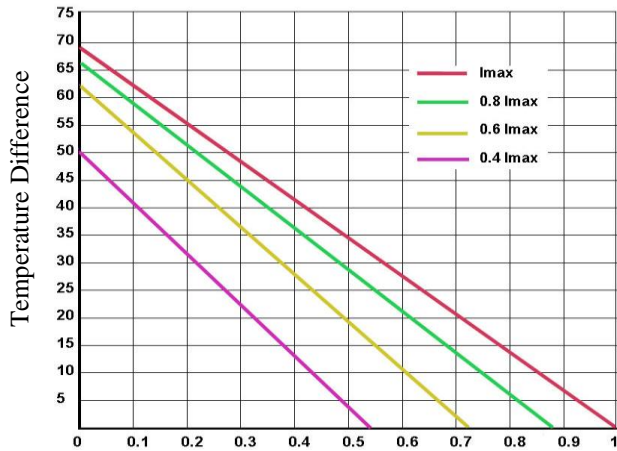
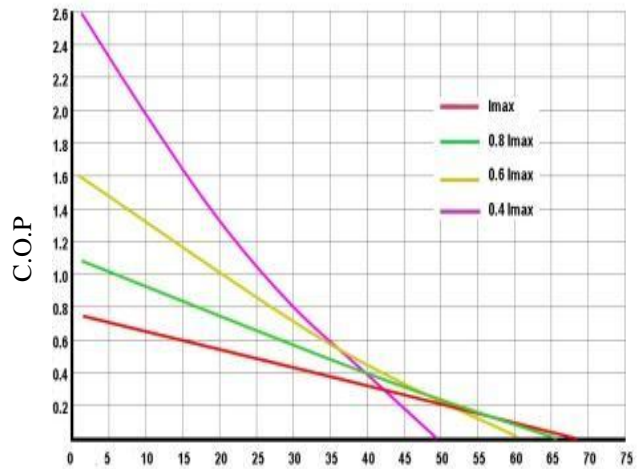

图2. DT与 Q_{MAX} 的关系图
图5. C.O.P与DT的关系图
5. 用图 2 到图 5 中的图表来决定使用哪一种 TEC: 需要用散热片散多少热, 散热片的温度是多少, 等等。